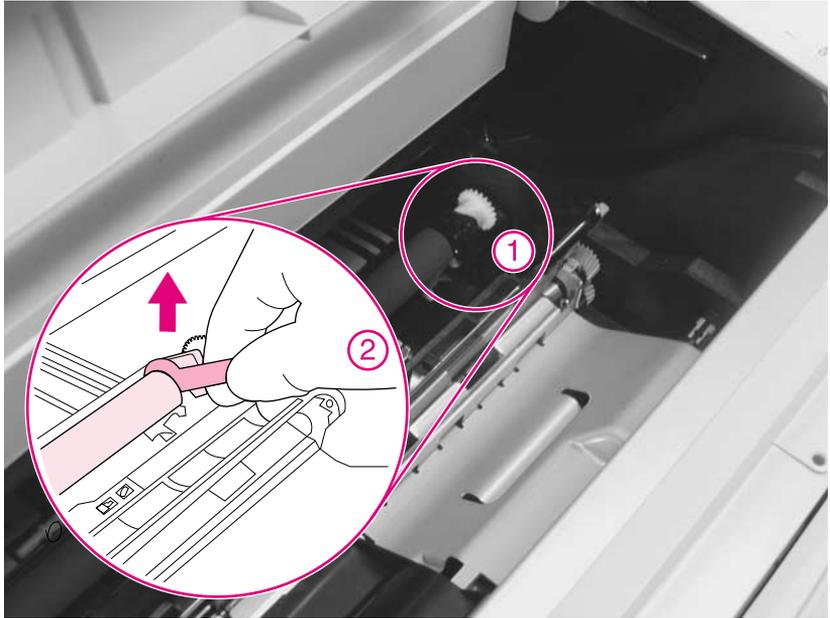

Abbildung 3 Ausrasten der Transferwalze (rechte Seite)
- 3 Die Transferwalze wird an der rechten Seite von einer schwenkbaren Klemme gehalten (Abbildung 3, Nummer 1). Haken Sie das Werkzeug zum Entfernen der Transferwalze an der Metallwelle links neben der Klemme ein (Detailausschnitt 2), und heben Sie die Transferwalze nach oben heraus, um sie von der schwenkbaren Klemme zu lösen.